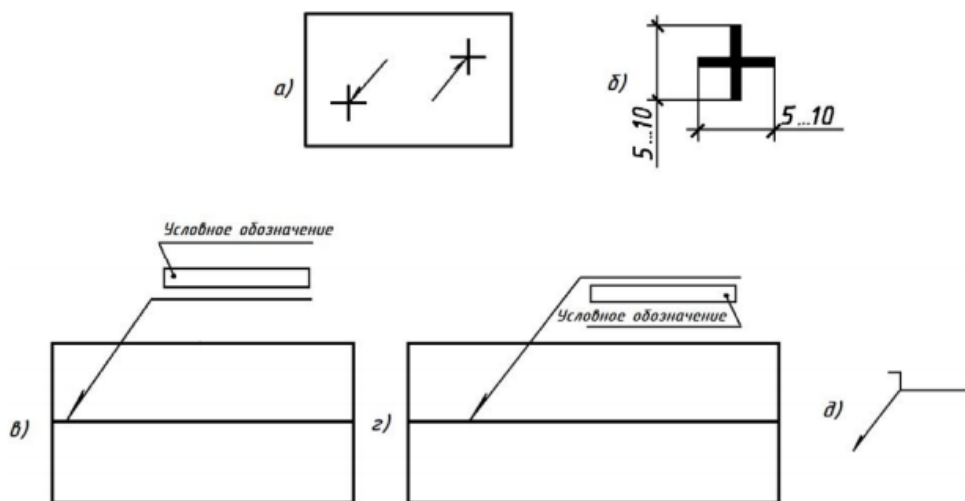

Рисунок 75 - Графическое обозначение сварных швов:
- видимый – сплошной основной линией, рис.75;
- невидимый – штриховой линией, рис. 75.
- под полкой линии-выноска, проведенной от изображения шва с оборотной стороны (рис. 75б). При этом предпочтительно линию-выноску проводить от изображения видимого шва.
Линия-выноска, проведенная от изображения шва или одиночной сварной точки, всегда заканчивается односторонней стрелкой (рис. 75).